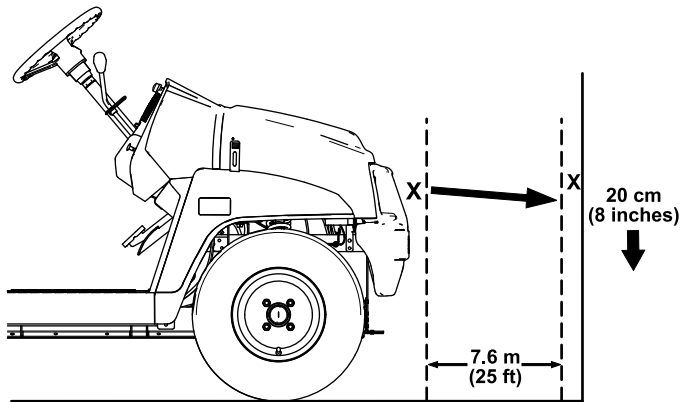

Bild 42
1. Stellen Sie die Maschine auf einer ebenen Fläche ab, dabei sollte der Abstand der Scheinwerfer ca. 7,6 m von einer Wand entfernt sein (**Bild 42**).
Der hellste Teil des Scheinwerfers sollte 20 cm unter der Markierung an der Wand liegen (**Bild 42**).